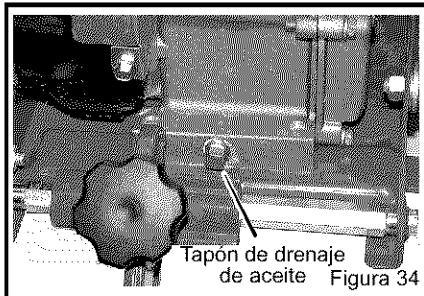

Figura 34
2. Quite el **tapón de drenaje de aceite** (ver la Figura 34). Vacíe el aceite dentro de un recipiente plano.